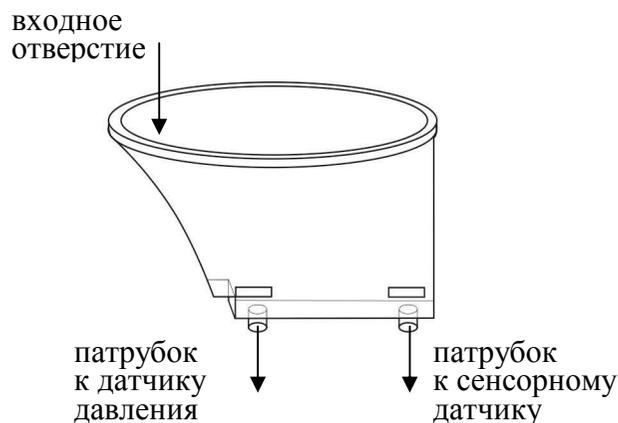

Рисунок 3 – Мундштук-воронка
1.4.14 Многоцветный мундштук-воронка (рисунок 3) формирует поток выдыхаемого воздуха для отбора пробы в режиме скрининга.